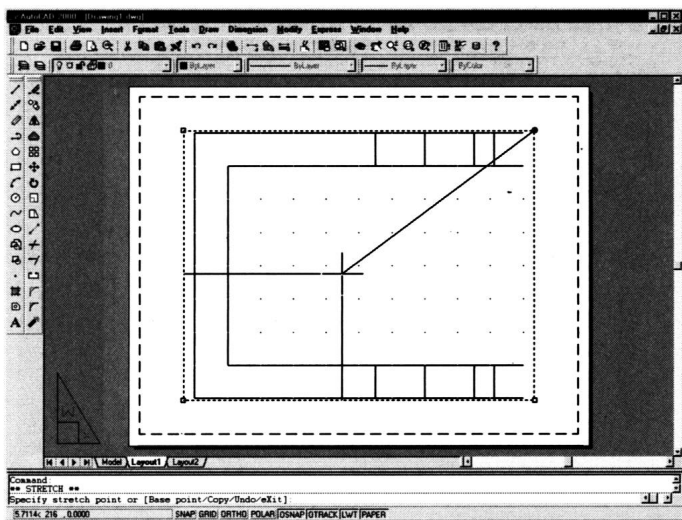

图37-18 减小视图窗尺寸
4) 抓住右上方的捕捉框,然后把视图窗往里拉(见图37-18)。